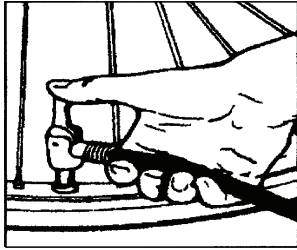

Figure 2
1. Placez le loquet de connexion rapide ouvert de manière sûre sur la tige valve du pneu (Fig.2).